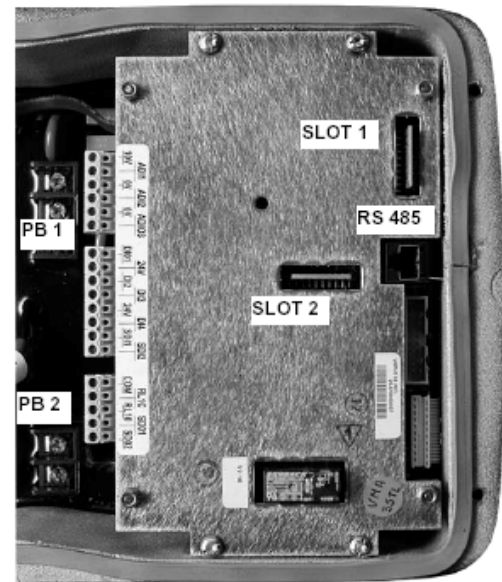

Abbildung 1
A) VMA 31/32 und B) VMA 33/34 (s.h. Abbildung 1), die sich im **mechanischen Aufbau** und in ihrer **Klemmenbelegungen** unterscheiden.